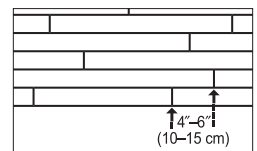

Figura 3
• Es importante alternar los extremos de los tabloncillos en hileras contiguas a un mínimo de 4-6” (10-15 cm) siempre que sea posible (Figura 3). Esto ayudará a garantizar un aspecto general más favorable del piso.